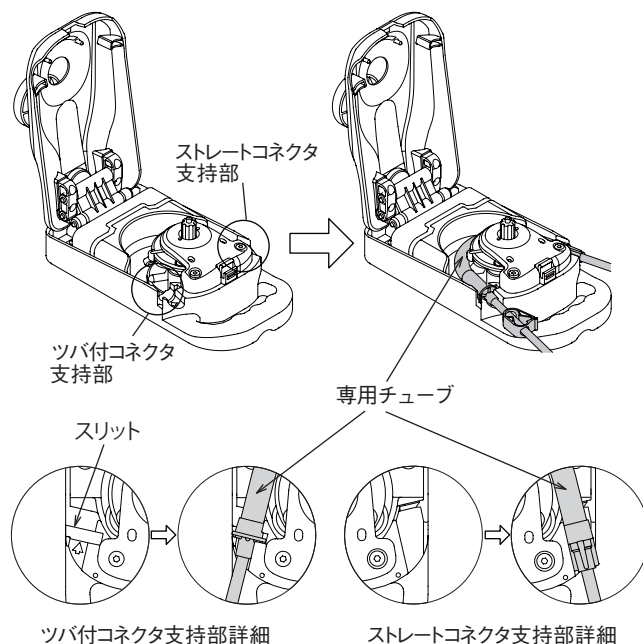

図1
3. 専用チューブの一次側のツバ付コネクタ(黄色)を、本品のツバ付コネクタ支持部(図1)にセットします。この時、ツバがスリットに確実に差し込まれていることを確認します。*
4. 専用チューブの太径チューブを本品のローラヘッド部分に沿わせながら二次側のストレートコネクタを本品のストレートコネクタ支持部(図1)にセットします。